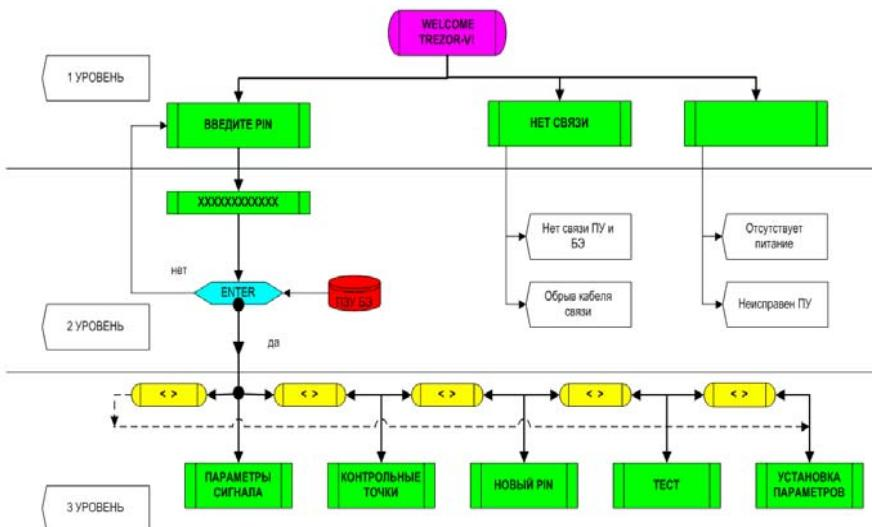

Рис. 3.1. Структурная схема верхних уровней системного меню ПУ
- 3.2.2.2. На экране ЖК-индикатора ПУ появляются иконки многоуровневого системного меню, при помощи которого осуществляется управление параметрами БЭ. Структурная схема верхних (1...3) уровней системного меню ПУ приведена на рис. 3.1.
3 уровень: На этом, основном уровне системного меню пользователь остается, двигаясь от раздела к разделу меню (по кругу) с помощью клавиши «→» (слева направо, рис. 3.1.).
или с помощью клавиши «←» (справа налево, рис. 3.1.). Переход с 3-го на нижний 4-й уровень (в разделе) осуществляется нажатием клавиши «ENTER».
- 3.2.3.1. После того, как произведен первый контроль работоспособности изделия согласно п. 3.2.1., необходима более тщательная его проверка с помощью ПУ перед процедурой настройки. Для этого необходимо подсоединить ПУ к БЭ, дождаться надписи «**ВВЕДИТЕ PIN**» на ЖК-индикаторе, ввести корректный PIN-код и выйти на основной 3-й уровень системного меню (рис. 3.1.). С помощью клавиши «→» осуществить переход в раздел «TEST» (рис. 3.5.), нажать клавишу «ENTER» и убедиться в свечении (1...5 с) красного светодиода «Тревога» на плате БЭ, а также появлении надписи «Тревога» на ЖК-индикаторе.